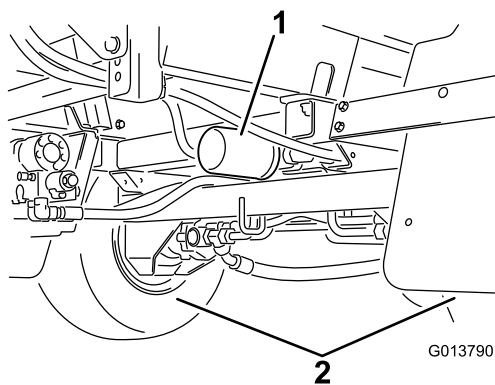

Figure 142
2. Localice los dos filtros hidráulicos en la máquina (Figure 141 y Figure 142).